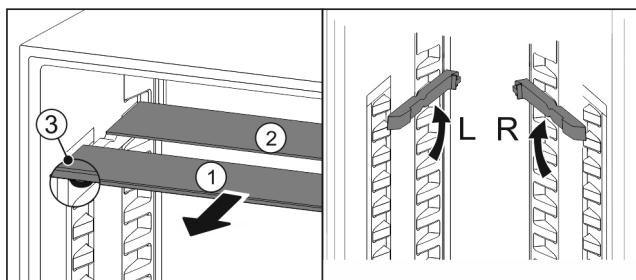

Fig. 35
- ▶ Wyciągnąć Fig. 35 (1) pojedynczo półki szklane do przodu.
- ▷ Płyta szklana Fig. 35 (1) z listwą ozdobną znajduje się z przodu.
- ▷ Stopery Fig. 35 (3) wskazują w dół.